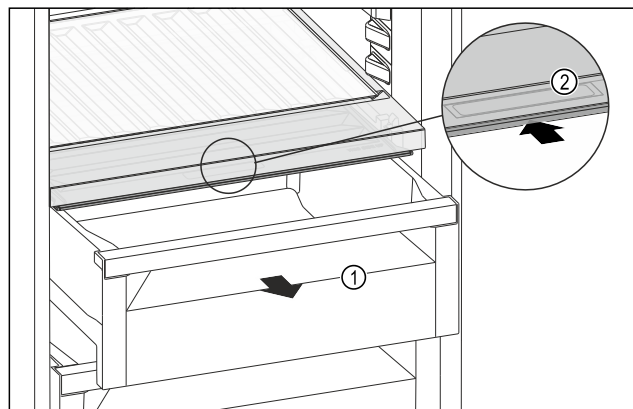

Fig. 190
- Vytiahnite zásuvku Fig. 190 (1).
- Uchopte priehlbínu na rukoväť Fig. 190 (2) na veko zásuvky a súčasne tlačte veko zásuvky dozadu.